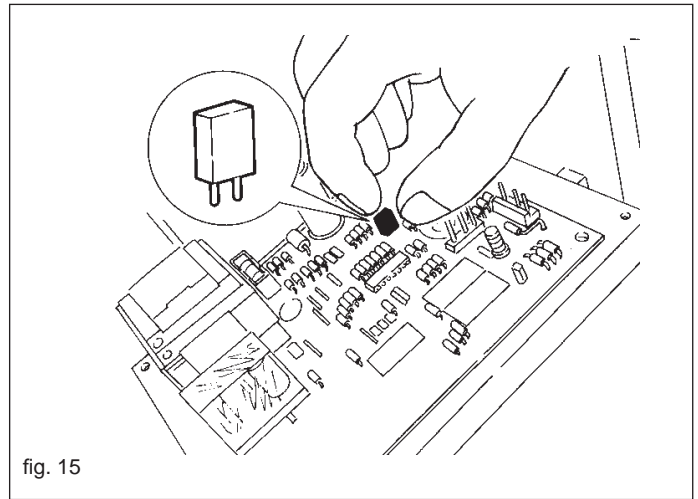

fig. 15
- a: inserire il ponticello nella posizione GPL (JP1 fig. 15) per trasformazione a GPL
- a: rimuovere il ponticello dalla posizione JP1 (fig. 15) per trasformazione a MTN o Aria propano